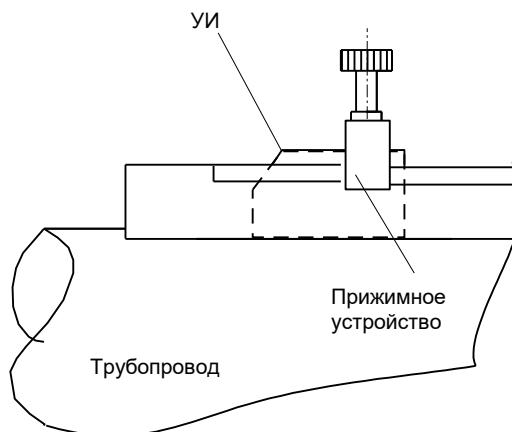

рис. 2
11.3.3. На рабочую поверхность излучателя УИ1(+V) нанести слой смазки толщиной (0,5÷1,5) мм и вставить его в установочный профиль (стрелка на излучателе должна совпадать с направлением движения потока жидкости, и излучатель УИ1(+V) должен быть выше по течению, чем излучатель УИ2(-V)), плотно прижать рукой к предварительно зачищенной поверхности трубопровода и немного подвигать вперед-назад, чтобы раздавить слой смазки. Затем излучатель прижать к поверхности трубопровода прижимным устройством (см. рис. 2) так, чтобы верхний скос крышки был напротив риски на трубе.